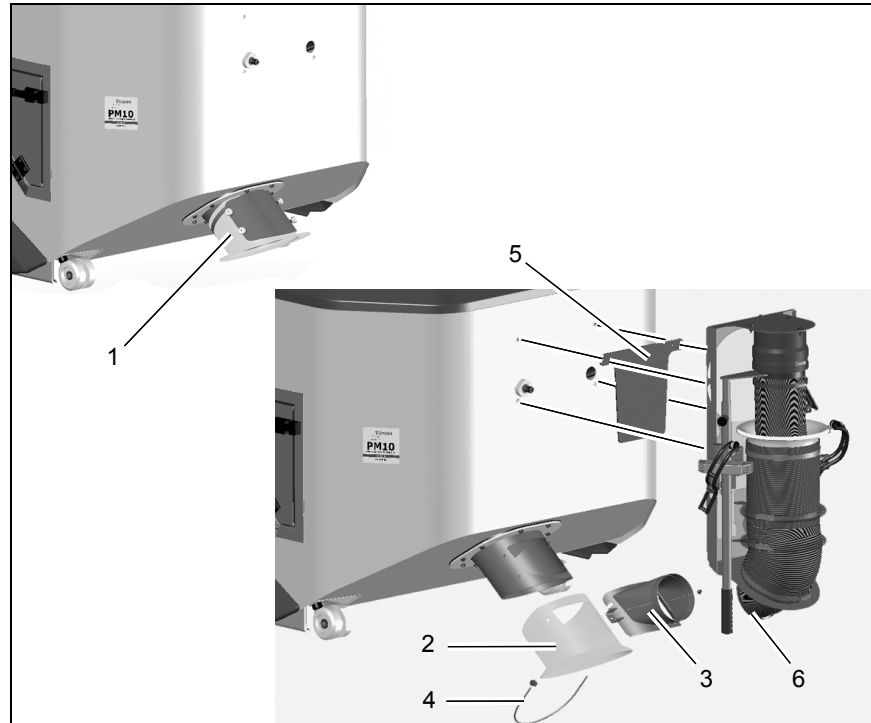

Abb.2
2. Gummimanschette und Abdeckblech (Abb. 2/1) vom Stutzen des Behälters demontieren.
1. Gummimanschette (Abb. 2/2) auf den Stutzen des Behälters schieben (auf richtige Lage achten).
2. Stutzen (Abb. 2/3) vom Handsaugschlauch mit Flachrundschrauben M6, Scheiben und Muttern an der Gummimanschette befestigen.
3. Gummimanschette mit Bügel (Abb. 2/4), Scheiben und Muttern M6 am Stutzen sichern.